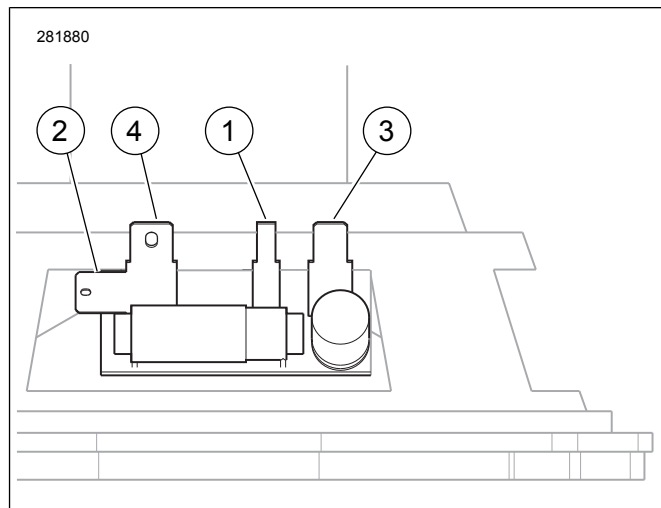

Figura 2. Terminales de paleta de altavoz "Bagger"
3. Vea Figura 2. Conecte los cables del tweeter ya montado en la parrilla en los terminales de paleta (1) y (2) en la parte trasera del altavoz. Los contactos de paleta de tamaño diferente impiden un armado incorrecto.
6. Vea Figura 2. Instale los terminales hembra del arnés del vehículo en los terminales de paleta (3) y (4) en la parte trasera del altavoz. Los contactos de paleta de tamaño diferente impiden un armado incorrecto.
3. Coloque un altavoz **nuevo** (5) contra la superficie trasera del adaptador (1) como se muestra, con los terminales de paleta hacia **el interior y hacia abajo**. Alinee los agujeros de montaje del altavoz y del adaptador. Use los tornillos de cabeza Phillips (6) que se extrajeron anteriormente para sujetar el altavoz al adaptador. Apriete los tornillos a 0,7–1,4 N·m (6–12 **in-lbs**).
4. Coloque la parrilla del altavoz contra la superficie del adaptador como se muestra, con el tweeter (3) hacia el lado exterior del vehículo. Pase los cables del tweeter hacia abajo y hacia afuera entre la parrilla y el adaptador.
5. Vea Figura 2. Conecte los cables del tweeter montado en la parrilla en los terminales de paleta (1) y (2) en la parte trasera del altavoz. Los contactos de paleta de tamaño diferente impiden un armado incorrecto.
8. Instale los terminales hembra del arnés del vehículo en los terminales de paleta (3) y (4) en la parte trasera del altavoz. Los contactos de paleta de tamaño diferente impiden un armado incorrecto.
2. Vea Figura 2. Conecte los cables del tweeter montado en la parrilla en los terminales de paleta (1) y (2) en la parte trasera del altavoz. Los contactos de paleta de tamaño diferente impiden un armado incorrecto.
3. Instale los terminales hembra del arnés del vehículo en los terminales de paleta (3) y (4) en la parte trasera del altavoz. Los contactos de paleta de tamaño diferente impiden un armado incorrecto.